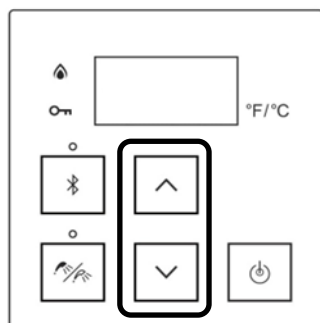

Figure 73
- Sur un chauffe-eau avec contrôleur récemment installé n'est pas alimenté pendant plus de six (6) heures, la température revient à la valeur par défaut de 40 °C (104 °F) en cas d'interruption de l'alimentation.
3. Appuyer sur les touches fléchées haut ou bas pour obtenir la température désirée (figure 73).